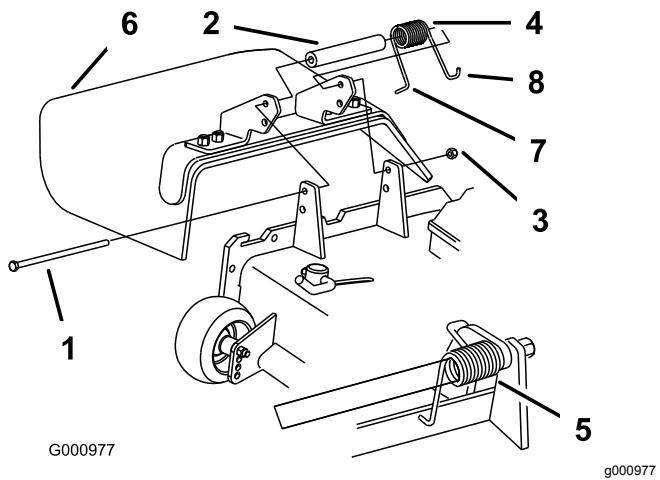

Figura 35
- Retire a porca de bloqueio, o parafuso, a mola e a cunha que fixam o defletor aos apoios de articulação (Figura 35). Se o defletor de relva estiver danificado ou gasto, retire-o.
- Nota:** Certifique-se de que a extremidade em L da mola está montada por trás da extremidade da unidade de corte antes de colocar o parafuso como se mostra na Figura 35.
- Coloque o parafuso e a porca. Coloque a extremidade em gancho J da mola em torno do defletor de relva (Figura 35).